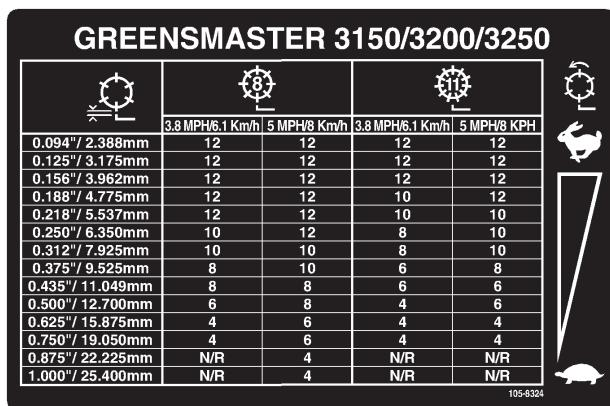

Figure 36
3. À l'aide du graphique approprié (Fig.36) pour les plateaux de coupe à 8 ou 11 lames, déterminez le réglage de vitesse des cylindres.